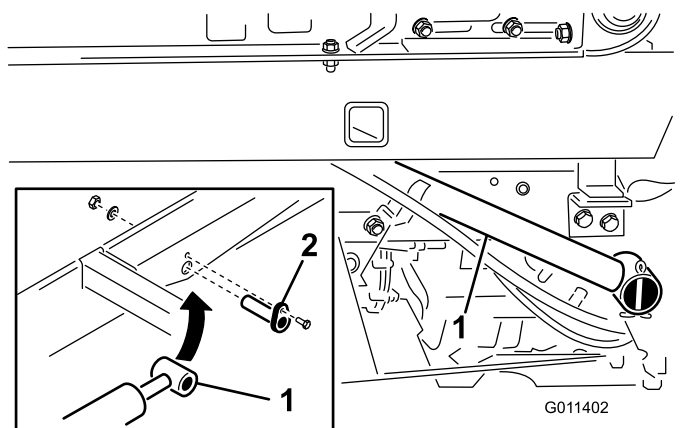

Figura 12
1. Assicurate ogni estremità dell'asta del cilindro di sollevamento alla base dello spargitore con una spina cilindrica (Figura 12).
2. Assicurate ogni spina cilindrica alla base dello spargitore con una vite a testa cilindrica ($\frac{1}{4}$ " x $\frac{3}{4}$ "), una rondella piana e un dado (Figura 12).